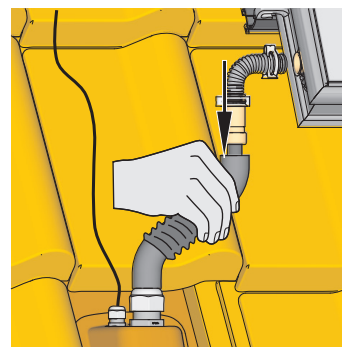

Bild 3-37 Steckfittings
15. Steckfittings der Kollektoranschlussbögen auf Vorlauf- (oben am Kollektor Ø 15 mm) bzw. Rücklaufverbindungsleitung (unten am Kollektor Ø 18 mm) stecken (Bild 3-37).